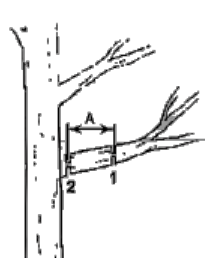

Рисунок 6
- Під час спилування гілок діаметром більше ніж 100 мм, рекомендується спочатку відпиляти основну частину гілки (1, рисунок 6), а потім – решту частину гілки (2, рисунок 6). Відстань (A) між пропилами (1) і (2) має становити приблизно 250 мм.